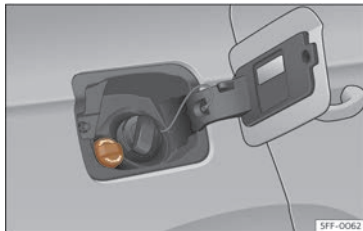

Fig. 208 Bouchon de la goulotte de remplissage du réservoir d'AdBlue.
- Ouvrez la trappe à carburant »» **fig. 208**.
- Dévissez le bouchon de l'orifice de remplissage de SCR»» fig. 208.